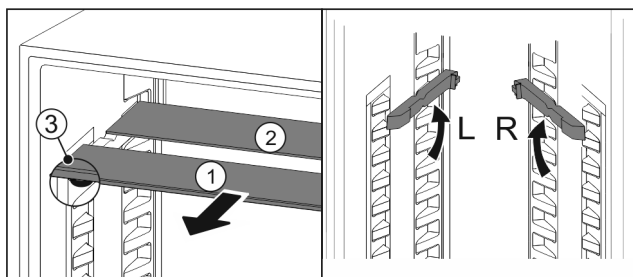

Fig. 121
- ▶ Skleněné desky jednotlivě vytáhněte dopředu Fig. 121 (1).
- ▷ Skleněná deska Fig. 121 (1) s ozdobnou lištou leží vpředu.
- ▷ Zarážky Fig. 121 (3) směřují dolů.